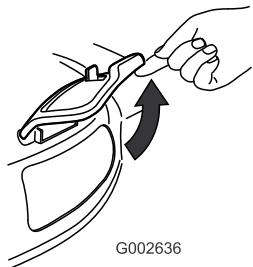

Figura 32
- Levante la puerta de descarga lateral (Figura 32).